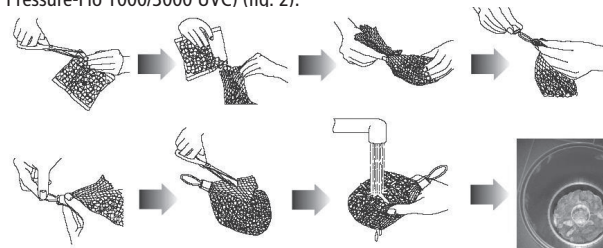

Fig. 2
- Los medios filtrantes biológicos se deben colocar en la caja del filtro, según se indica en la imagen (excepto Pressure-Flo 1000/3000 UVC) (fig. 2).